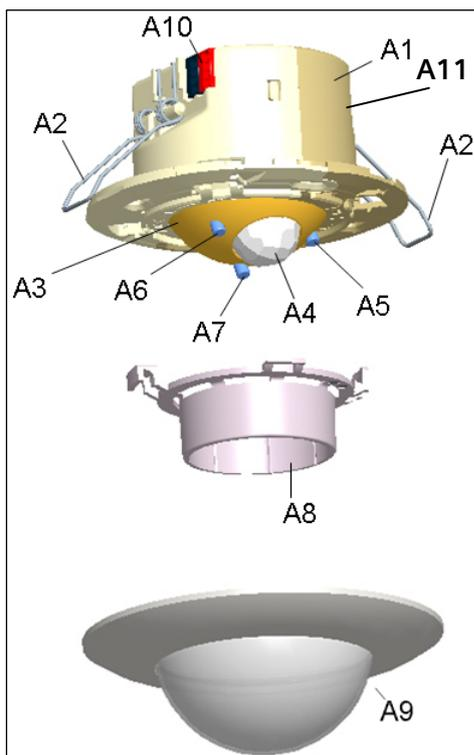

Bild 2. Anzeige- und Bedienelemente
- Montagehöhe (M) in Meter
- Orientierung des Bewegungsmelders ist zu beachten, erkennbar an der Programmier Taste (Bild 2 - A7)